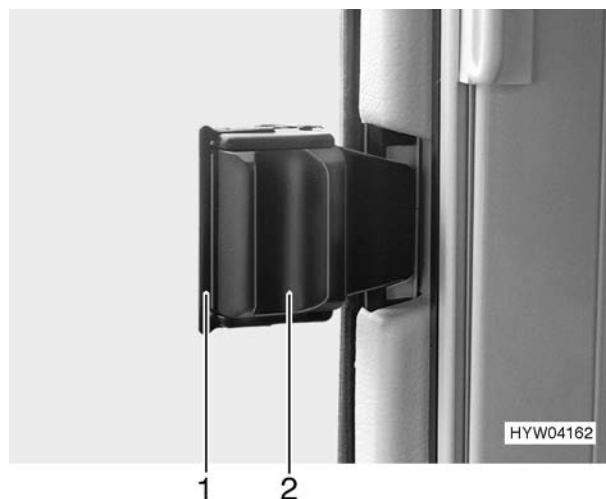
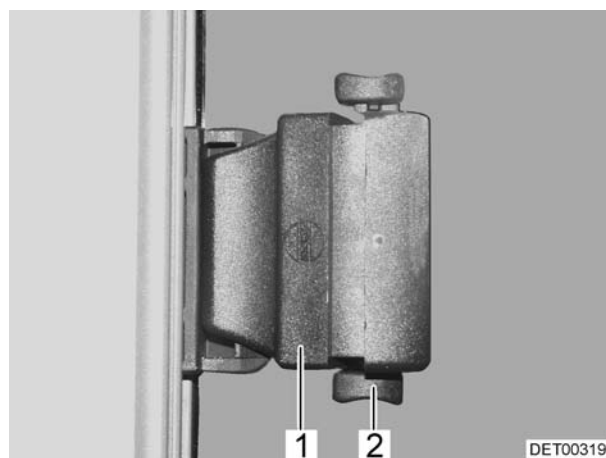

Fig. 42 Finestra scorrevole (variante 1)
Fig. 43 Finestra scorrevole (variante 2)
- Estrarre o sollevare il bloccaggio (Fig. 42,1 o Fig. 43,2).
- Premere la maniglia (Fig. 42,2 o Fig. 43,1) e contemporaneamente spingerla in avanti o indietro.